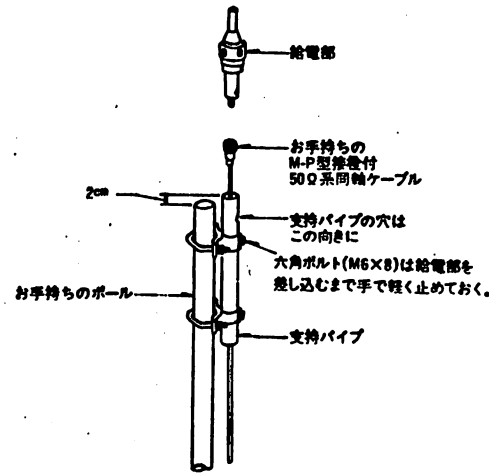

図4
1) お手持ちのポールへ⑩取付金具、⑫角U字ボルトスプリングワッシャナット、⑬六角ボルトで④支持パイプを図4の様に取付けます。このとき、支持パイプがポールよりも2cm高くなる様に取付け、支持パイプを固定する上側の六角ボルト(M6×8)は手で軽く止めておきます。締め付けすぎると、給電部が入らないことがあります。
3) 給電部を支持パイプに通して、支持パイプの穴と給電部のネジ穴を合わせ ⑭六角ボルト(M6×8)スプリングワッシャで固定し、先ほど手で軽く止めていた⑬六角ボルトも締め付けます。